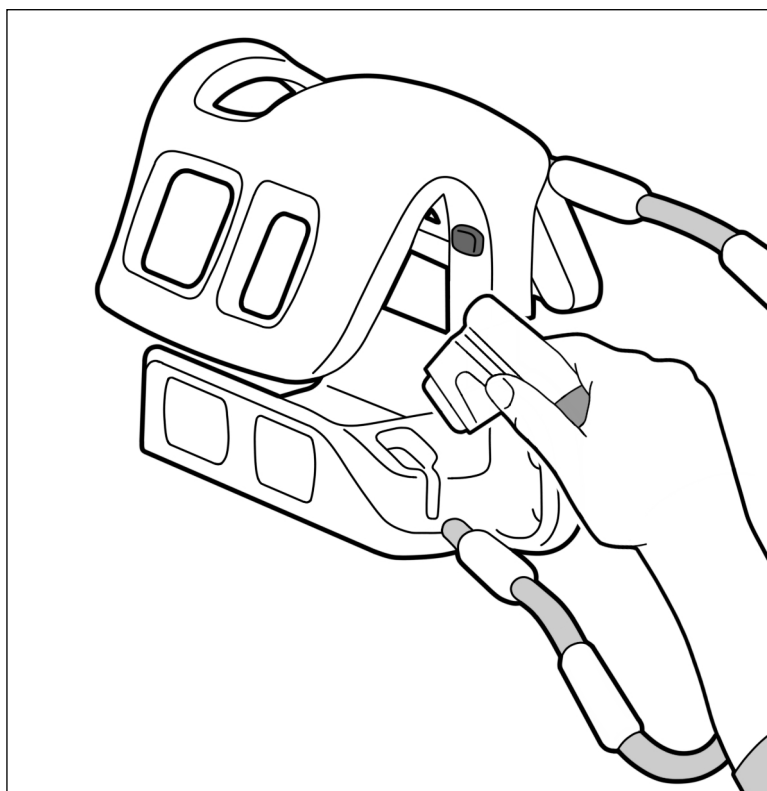

Рис. 16
7. Извлеките два разъема катушек из гнезда для катушек на столе для МРТ и вставьте их в гнезда для хранения на нижней катушке (рис. 16). Снимите 15-канальную катушку для головы Encompass, используемую при проведении МРТ, со стола для МРТ.